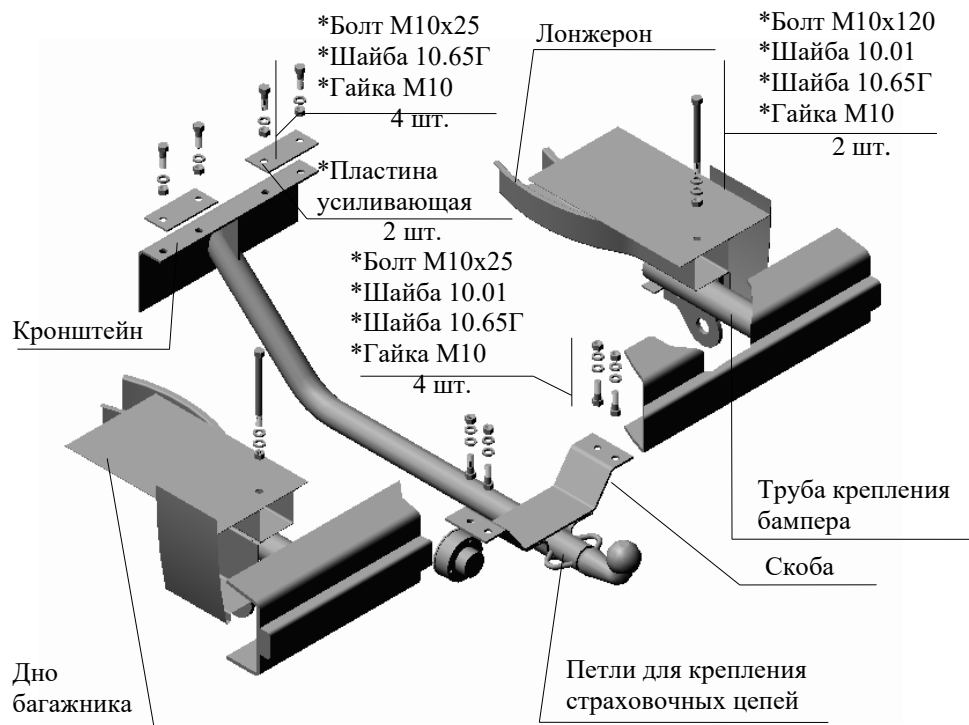

РИС.1 Тягово-цепное устройство ТСУ 2121 исп.2
2.1 ТСУ 2121 в сборе (рис.1)	1 шт.
2.2 Пакет с комплектующими (см. рис.1)	1 шт.
4.3 Закрепить ТСУ восемью болтами М10х25 к заднему бамперу и дну багажника. Болты расположить в соответствии с рис.1. Усиливающие пластины расположить между головками болтов и полом багажника автомобиля, а шайбы - между кронштейном ТСУ и гайками М10.